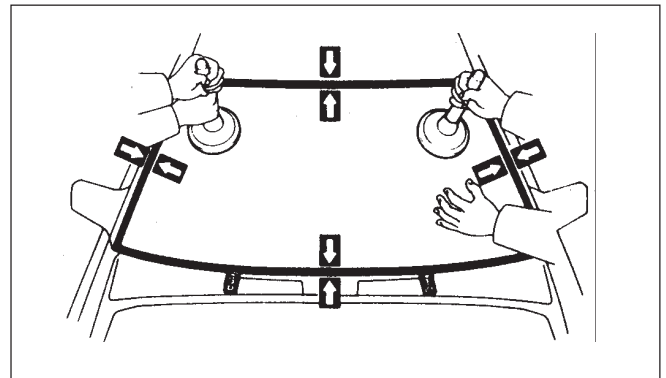

Fig. 9 Montarea parbrizului
- 4) Geamul parbrizului pe vehicul, cu ajutorul încă unui tehnician. Asigurați-vă că geamul este bine centrat în locașul său. Se folosesc ventuze pentru a ușura montarea (fig. 9).
- 2) Geamul din spate, cu ajutorul unui alt tehnician. Asigurați-vă că geamul este centrat în locașul său. Folosiți ventuze pentru a ușura montarea (fig. 9).